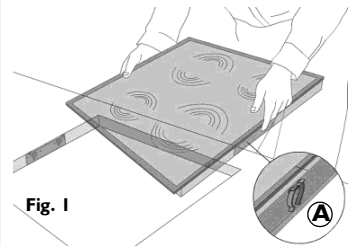

Fig. 1
- Positionnez les 4 attaches (**A**) autour du cadre de la table de cuisson, dans les crans prévus à cet effet, voir Fig. 1.